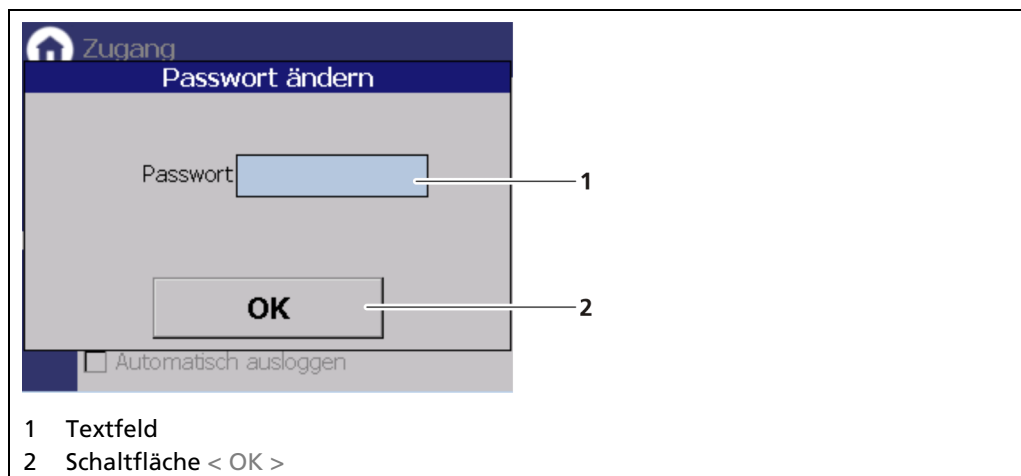

Abb. 36 Passwort ändern
1. Klicken Sie auf das Textfeld (Abb. 36, Pos.1.) um das Eingabefeld zu öffnen.
4. Klicken Sie auf < OK > (Abb. 36, Pos.2) um zu bestätigen.